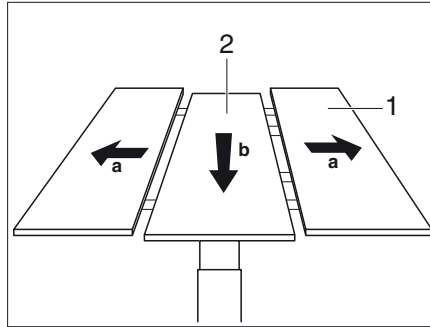

Bild 105 Fäll upp mittendelen
- Dra bordets ytterdelar (Bild 105,1) från varandra.
- Tryck bordets mittendel (Bild 105,2) kraftigt neråt. Mittendelen trycks uppåt med fjäderkraft.
- Tryck bordets mittendel (Bild 105,2) kraftigt neråt. Mittendelen hakar fast i det undre läget.